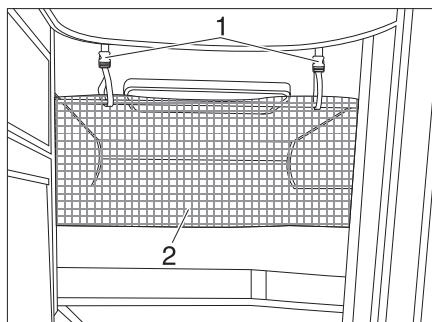

Fig. 168 Rete protettiva
La rete protettiva (Fig. 168,2) è stivata sui modelli di serie tra il materasso e il telaio portamaterasso. Fissare la rete protettiva soltanto dopo che la persona si è già stesa nel letto.
- Fare innestare i nastri di sostegno (Fig. 168,1) nei supporti sul soffitto.